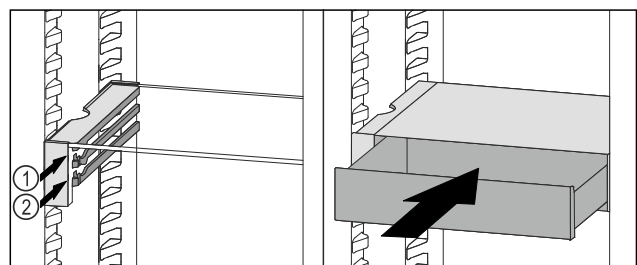

Fig. 136
- ▶ VarioSafe-lade achter de stoppers op de gewenste rib *Fig. 136 (1)* of *Fig. 136 (2)* plaatsen.